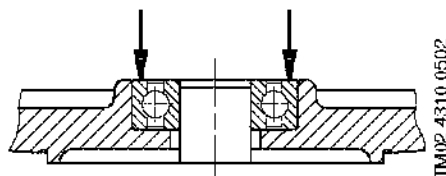

Рис. 6
*Если необходимо запрессовать подшипник в его крышку до упора, усилие должно прикладываться к наружному кольцу. Смотрите вид в сечении на рис. 6.*